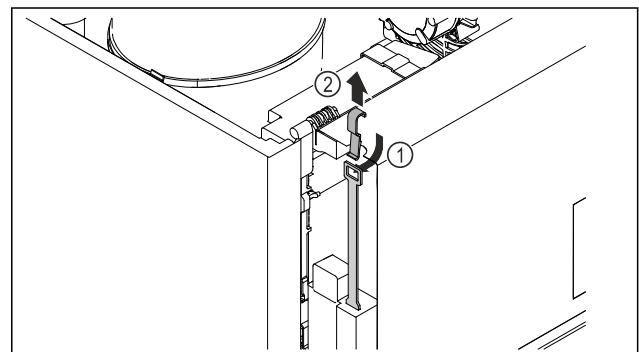

Fig. 244
- Notentriegelungsschlüssel Fig. 244 (1) von oben einschieben, am Schloss einhaken und nach oben Fig. 244 (2) ziehen.